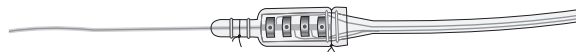

Figure 16. Suture les deux extrémités de la connexion.
6. Pour fixer la connexion, poser des sutures non résorbables autour des rainures situées de part et d'autre du capuchon (Figure 16).